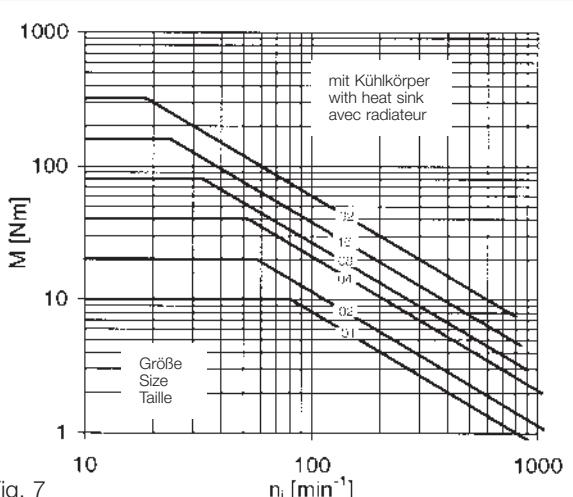

Fig. 7
– 14.502.01 ... (04)  $\cong 3000 \text{ min}^{-1}$  / 14.512.01 ... (32)  $\cong$  Fig. 7 + 8
( $M_{\text{zul}} \triangleq \text{Fig. 7 + 8}$ )
Die Diagramme Fig. 7 + 8 zeigen die für Magnetpulver-Bremsen max. zul. Bremsmomente in Abhängigkeit von der Drehzahl  $n_i$  des Sekundärbauteils.
The diagrams figs. 7 + 8 show the maximum permissible torques for magnetic particle brakes, depending on the secondary rotor speed  $n_i$ .